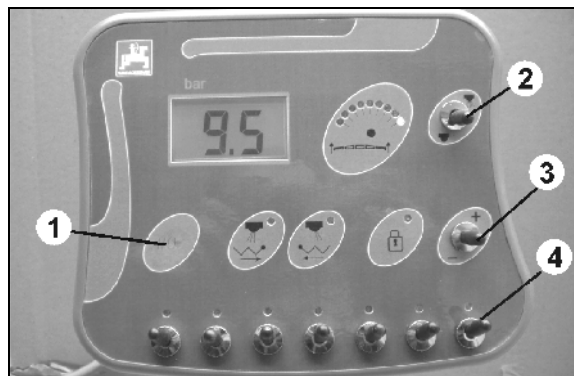

Fig. 2
3. Koble inn  **AMASET⁺** (Fig. 2/1).
- Aktiver 6.  (Fig. 2/3) **+** / **-** helt til sprøytetrykkvisningen angir et sprøytetrykk på 4 bar.
- o Lukk en delbredde ved bruk av en delbreddebryter (Fig. 2/4). Det innstilte sprøytetrykket endres på sprøytetrykkvisningen.